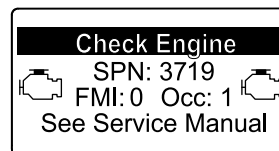

Figure 43
- Si une régénération d'urgence est nécessaire, l'InfoCenter affiche un avertissement moteur SPN 3719, FMI 16 (Figure 43) et le calculateur moteur réduit la puissance du moteur à 85 %.